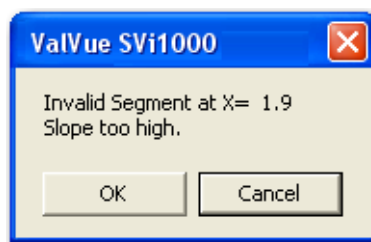

图 29 无效段
2. 在 *Setpoint (%) / Position (%)* 字段内从小到大输入数值。如果斜率变化过大，则出现图 29 所示对话框。相应调节各值。